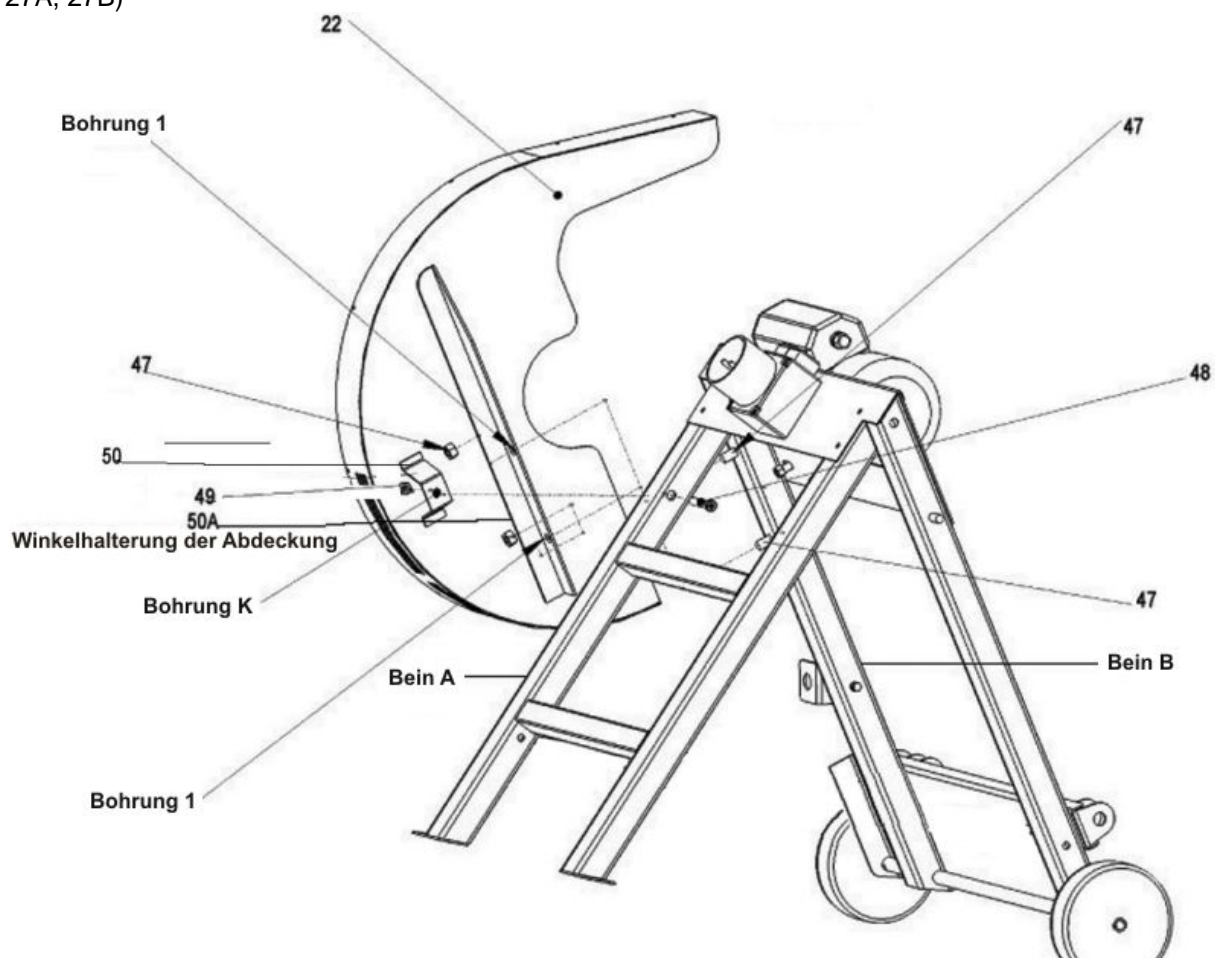

Abb. 22
Schritt 4: Montage der äußeren schwarzen Abdeckung (siehe Abb. 22, 23, 24, 25, 25A, 26, 27A, 27B)